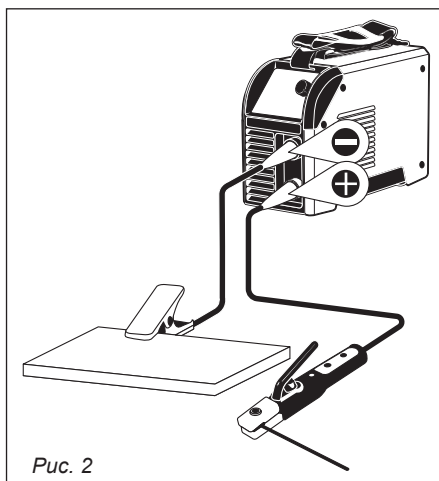

Рис. 2
- Сварочный кабель с электрододержателем подсоединяется к клемме «+» (рис. 2).
- Кабель массы подключается к клемме «-» и подсоединяется к рабочей поверхности, как можно ближе к месту сварки (рис. 2).